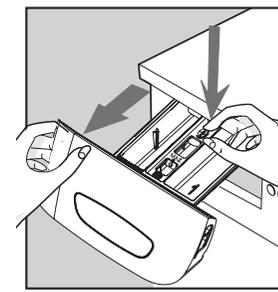

fig. 6P
- Trek, om vak **3** te kunnen schoonmaken, de lade zo ver mogelijk uit de voorkant (fig. 6P), druk met *de duim* op de aanwezige *ontgrendeling* (met het woord PUSH) en neem de lade geheel uit de machine. Haal het “losse” *opzetstuk* uit vak **3** en maak het vak schoon. Zet daarna het opzetstuk weer terug in vak 3.